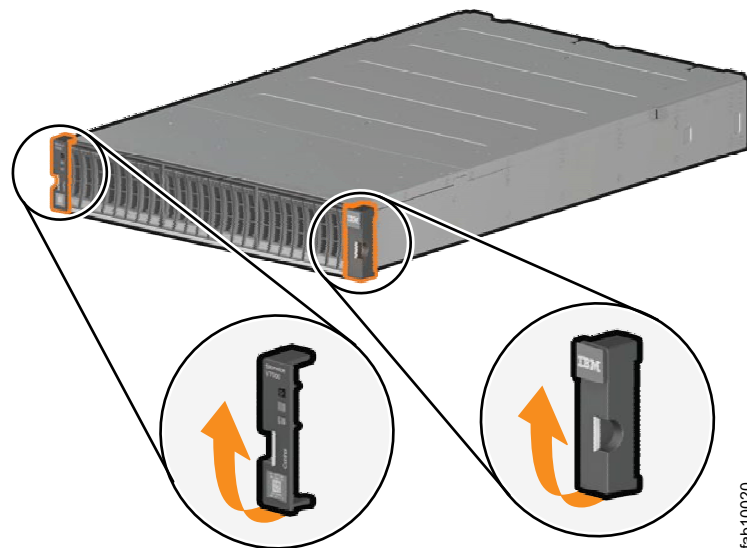

図 16. エンクロージャー・エンド・キャップの取り外し
1. ドライブ・アセンブリーの両端のエンクロージャー・エンド・キャップを取り外します。エンクロージャー・エンド・キャップは、ハンドルをつかんでエンド・キャップの下部を引き離し、次にエンクロージャー上部のタブから解放することで取り外します。（図 16 を参照）。